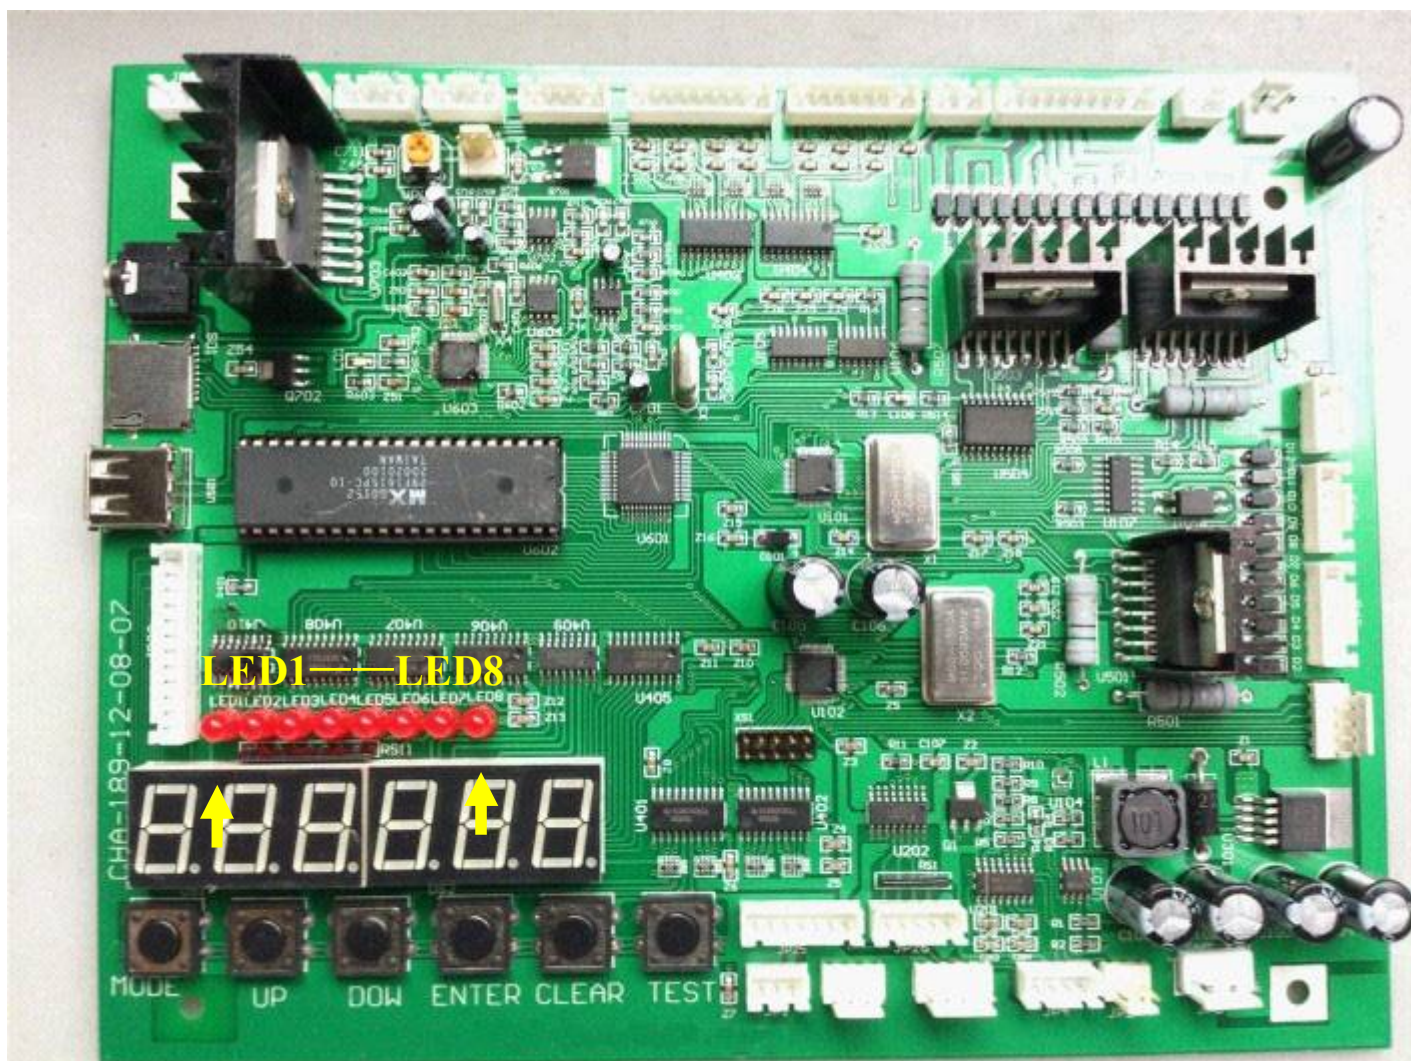
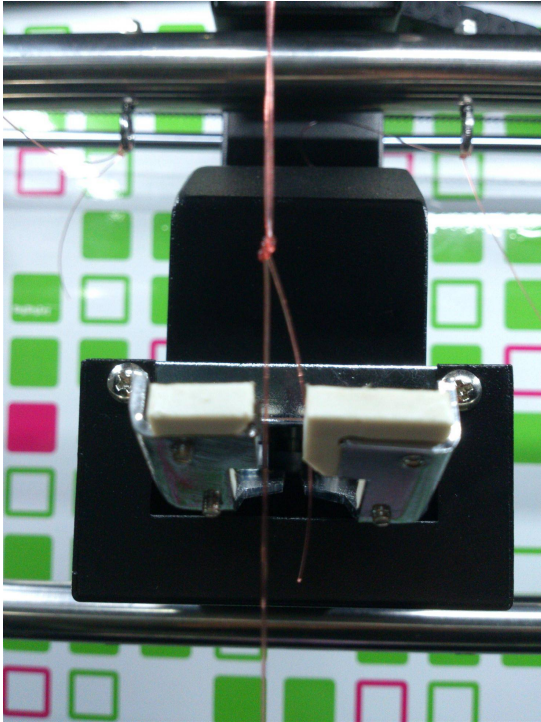

图 1
图 2
2、剪刀机构会自动走到第一个位置上，当主板上显示 0FXXXX 时表示设置 Y 轴上的坐标。利用控台上的“MOVE RIGHT”和“MOVE FORWARD”调整剪刀前后坐标（具体位置如图 1，图 2），按下“Enter”键当 LED 灯闪烁时保存该位置的坐标。